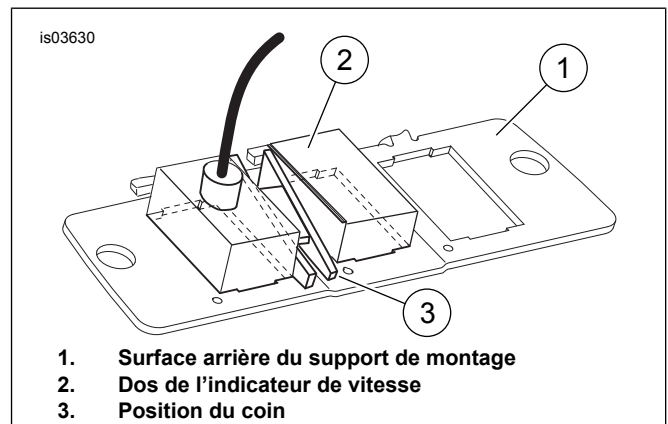
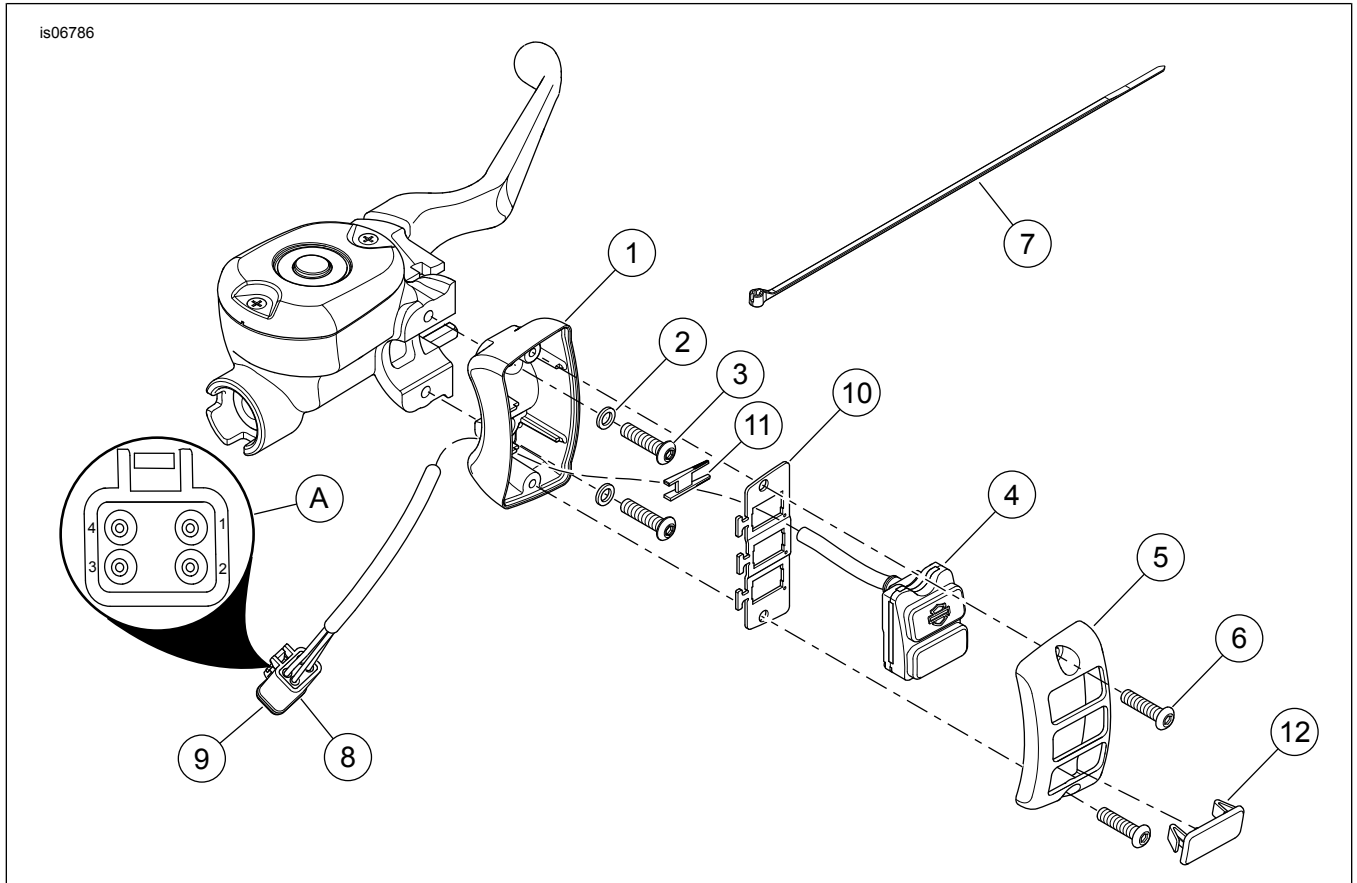

Figure 2. Vue arrière de l'ensemble de support de montage et d'indicateur de rapport
Figure 3. Pièces détachées : Indicateur de vitesse numérique
Voir Figure 3 et Tableau 1.
3. Voir Figure 3. Installer le boîtier inférieur (1) de l'indicateur de vitesse, les rondelles (2) et les vis (3). Serrer les vis à un couple de 8–9 N·m (60–80 in-lbs).
4. Voir Figure 2. Installer l'indicateur de vitesse (2) en passant les fils dans l'ouverture du support de montage supérieur.
5. Glisser le coin (3) avec les extrémités pointues entre les deux boîtes à l'arrière de l'indicateur de vitesse (2) depuis le côté languettes du support (1). Les extrémités pointues du coin ont des épaisseurs différentes et doivent accommoder le palier de la surface de la plaque de boîtier. Cela maintient l'indicateur de vitesse fermement contre la surface du support de montage.
6. Voir Figure 3. Tirer le faisceau de fils de l'indicateur de vitesse à travers le trou au fond du boîtier inférieur (1).
7. Aligner l'indicateur de vitesse (4) sur les trous d'assemblage du boîtier inférieur.
9. Poser le boîtier supérieur (5) sur le boîtier inférieur et l'attacher avec les deux vis (6). Serrer les vis à un couple de 4–5 N·m (35–45 in-lbs).
10. Poser le bouchon de commutateur (12) dans l'ouverture inférieure du boîtier supérieur.
12. Voir Figure 3. Raccorder les trois broches du faisceau de fils dans la prise femelle à 4 fiches (A) du kit comme suit :
- a. Raccorder le fil noir (BK) à la borne 2.
- c. Raccorder le fil orange (O) à la borne 4.
- d. Poser un verrou secondaire (9) dans la prise femelle à 4 fiches.
14. Regrouper tout excédent de faisceau et l'attacher près du connecteur avec un serre-câbles (7).
15. Attacher le faisceau de l'indicateur de vitesse au guidon et au faisceau principal avec des serre-câbles (7).